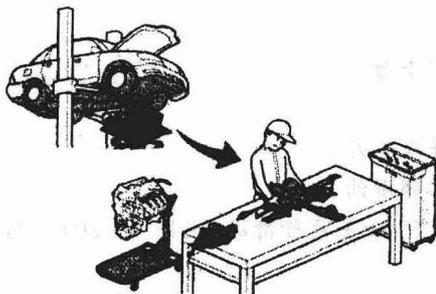
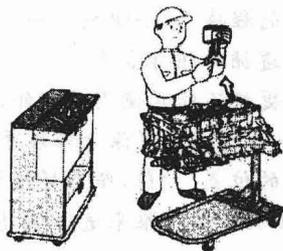

图 1-14 发动机拆卸和分解作业
图 1-15 分解作业
2. 拆卸和分解(见图 1-14)
- ①用举升器、千斤顶等从车的上部或下部拆卸发动机或传动桥。
- ②拆卸重的部件时,比如发动机或传动桥,一定要高度注意安全,不要使其掉落。
- ③从汽车上拆卸部件时,不要划伤车辆或使自己受伤。
- 分解(见图 1-15) 例如将发动机分解为凸轮轴、气缸盖或气缸体、火花塞、曲轴等。